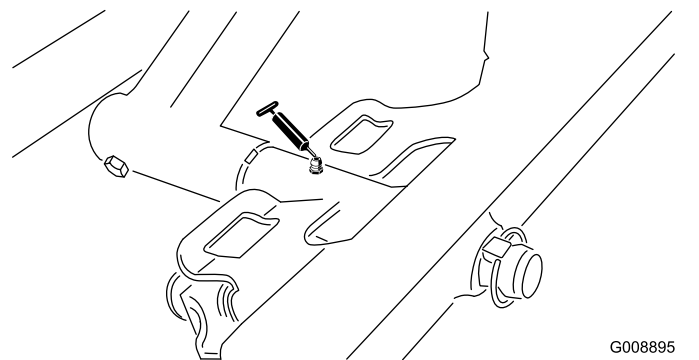

Figure 34
- Pivot d'unité de coupe avant (**Figure 34**)